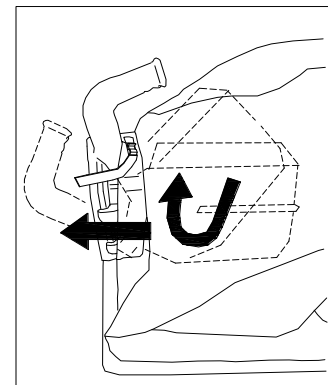

Fig. 2
4. **FOLD** opsamlingsposen ud (element 21) og fastgør posehalsen til quick disconnect-forbindelsen (element 12). Fastgør til husets udstødningstør (element 1). (Se *fig. 2* og 3.)